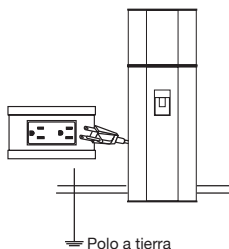

Fig. 6
- Como medida de seguridad este refrigerador posee una clavija de 3 terminales metálicas, una de estas para conexión con polo a tierra. (Ver.Fig.6). Verifique lo siguiente antes de conectar: